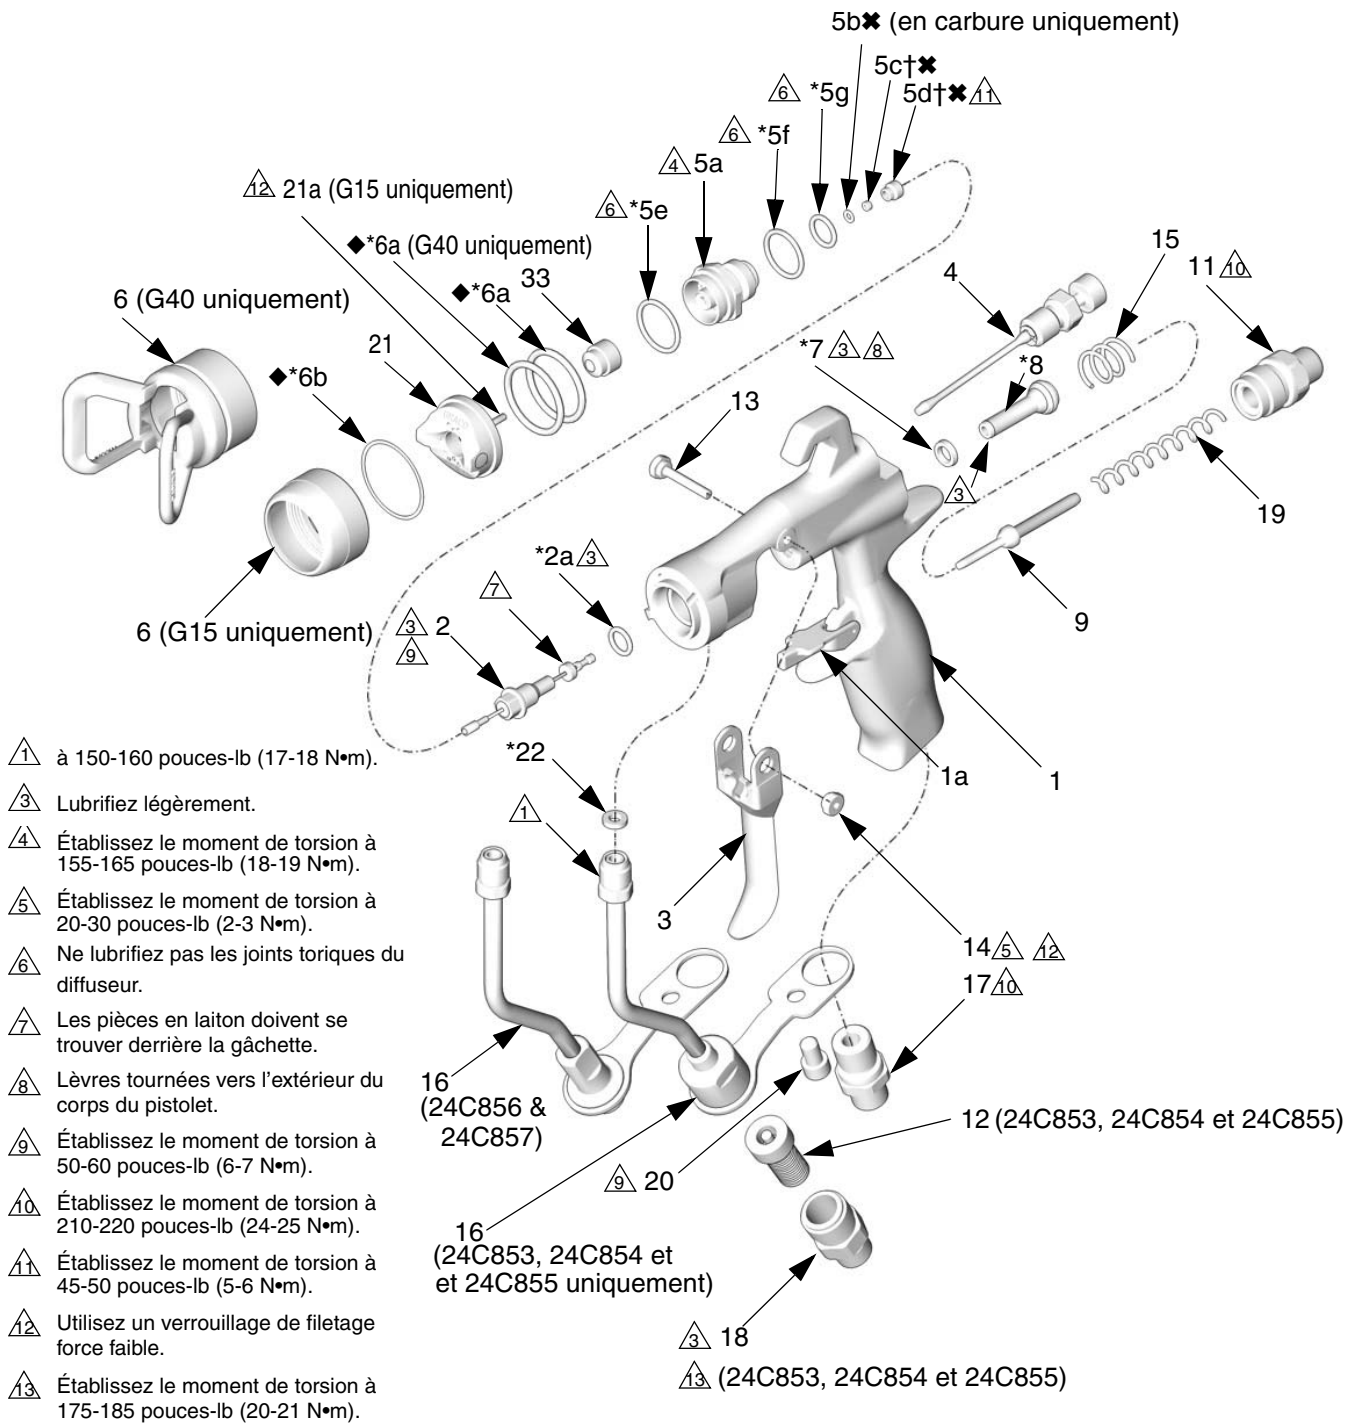

FIG. 43
1. Installez le joint (22*) sur le pistolet. Serrez à la main le raccord (C) du tube de fluide sur l'orifice d'arrivée du fluide du pistolet. Serrez à la main le raccord d'arrivée d'air (17) et la vis (20). Établissez le moment de torsion du raccord du tube de fluide à 150-160 pouce-lb (17-18 N•m). Établissez le moment de torsion du raccord d'arrivée d'air à 210-220 pouce-lb (24-25 N•m). Établissez le moment de torsion de la vis du support de tube de produit à 50-60 in-lb (6-7 N•m). Voir FIG. 43.
2. Installez le filtre de fluide en ligne (12) à la base du tuyau du fluide. Vissez le raccord d'entrée du fluide (18) sur la base du tuyau. Établissez le moment de torsion à 175-185 pouce-lb (20-21 N•m). Voir FIG. 43.
4. Lubrifiez l'avant de l'assemblage de la vanne d'air (8*). Faites coulisser doucement l'assemblage de la vanne d'air par l'arrière du pistolet en la faisant passer à travers le joint en U (7*) aussi loin que possible. Faites attention à ne pas endommager le joint en U. Voir FIG. 43.
5. Insérez doucement l'extrémité la plus mince de l'arbre (9) dans la vanne d'air (8*).
6. Mettre les deux ressorts (15 et 19). Vissez le capuchon du ressort (11) à l'arrière du pistolet.
9. Montez la gâchette (3), l'axe du pivot (13) et l'écrou (14). Utilisez un adhésif frein-filet de faible force et soyez sûr que la pièce en laiton de l'assemblage du pointeau du fluide (2) se trouve derrière la détente. Voir FIG. 43. Lubrifiez les deux côtés de l'axe pivotante là où la gâchette entre en contact avec l'axe et lubrifiez les bossages de part et d'autre du pistolet là où la gâchette entre en contact avec le corps du pistolet. Établissez le moment de torsion de l'écrou à 20-30 in-lb (2-3 N•m).
10. Actionnez le pistolet pour tirer le pointeau en arrière pendant que vous vissez le diffuseur (5) sur le corps du pistolet (1) à l'aide de la clé à pistolet (30). Établissez le moment de torsion à 155-165 pouce-lb (18-19 N•m). Si le serrage est bon, la bride sera en butée contre le pistolet.
11. Fixez la bague de retenue (6), le capuchon d'entrée d'air (21) et la buse (33).